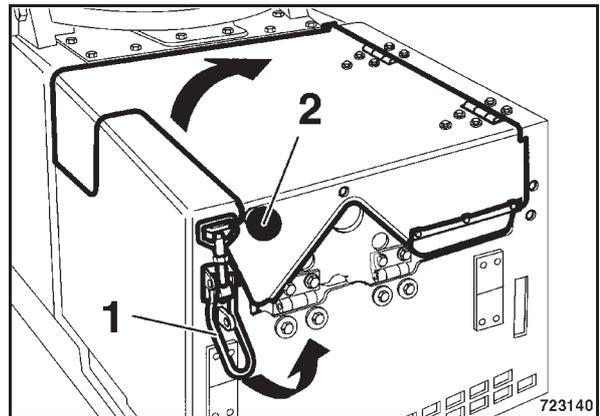

Bild 66
- Schnellverschluss 1 (Bild 66) öffnen.